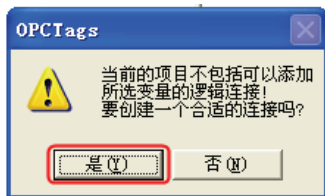
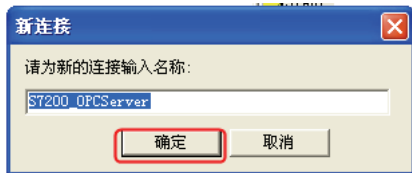

图 10-29 添加连接 (1)
图 10-30 添加连接 (2)
4) 添加连接。单击“是”按钮，如图 10-29 所示，弹出如图 10-30 所示的对话框，输入连接名称为“S7200.OPCServer”，单击“确定”按钮。